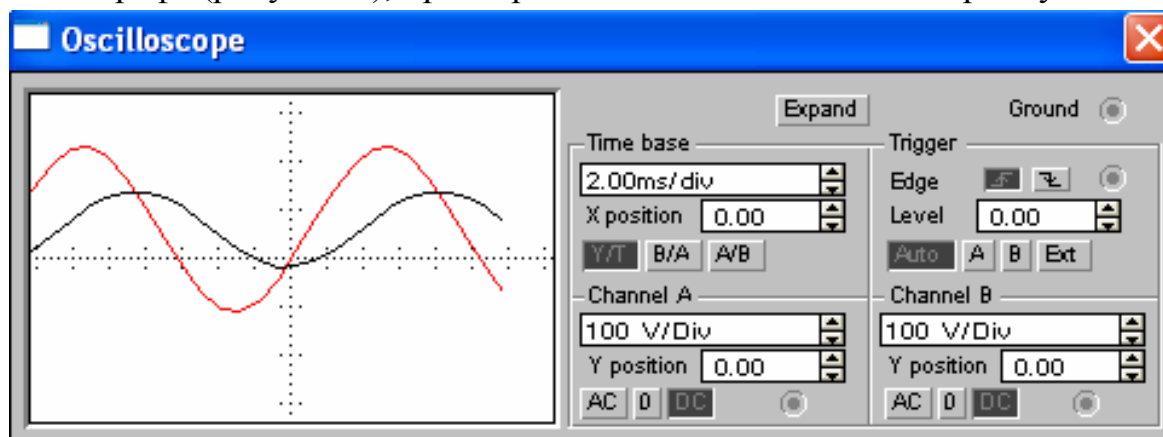

Рисунок 3
1.10 Развернуть изображение элемента осциллографа двойным нажатием клавиши мыши по нему. Посмотреть результаты моделирования на экране осциллографа (рисунок 3), предварительно выполнив его настройку.